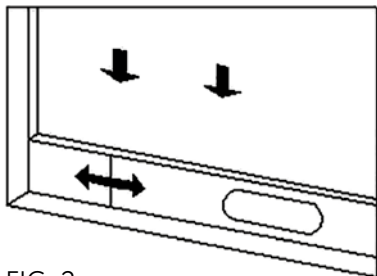

FIG. 2
- 1) Aprire a metà la finestra e montare il gruppo della piastra di tenuta sulla finestra (come mostrato in Fig.2 e Fig.3). I componenti possono essere posizionati in direzione orizzontale e verticale.